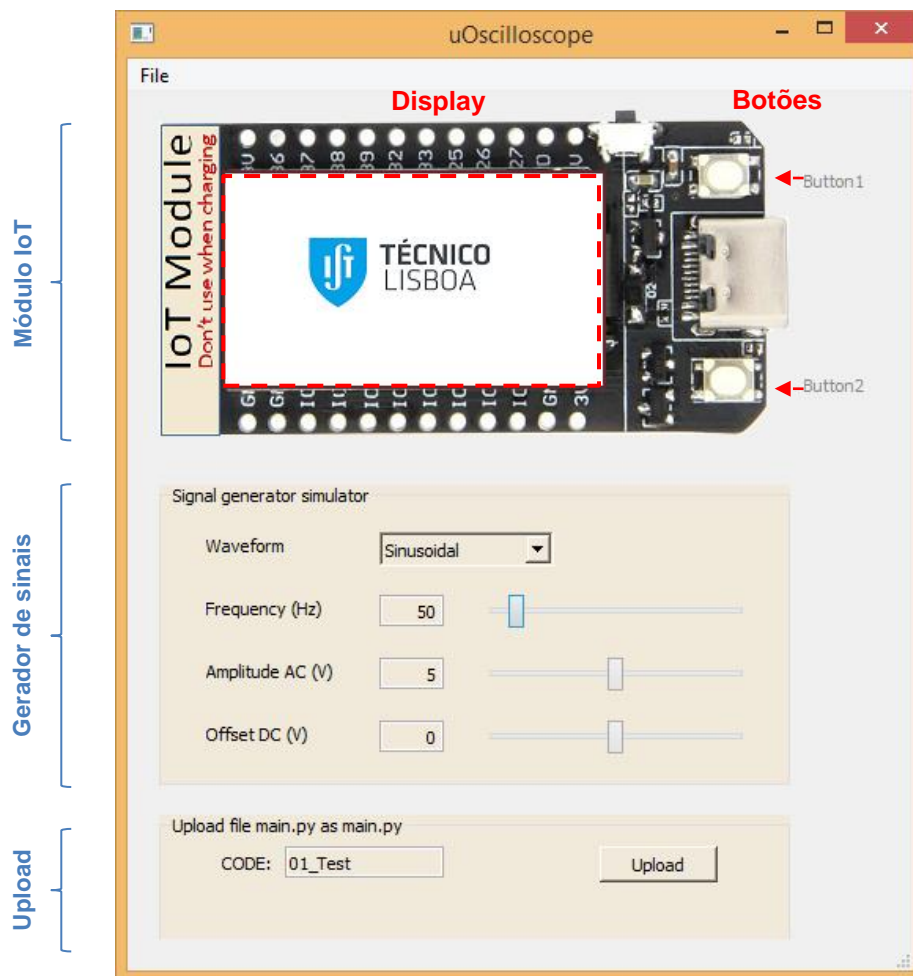

Figura 4 - Janela do simulador.
A Figura 4 mostra a janela da aplicação do simulador, com 3 áreas principais:
2. No simulador funciona em modo de simulação, sendo o sinal de entrada do ADC dado pelo “Gerador de sinais” (Figura 4).